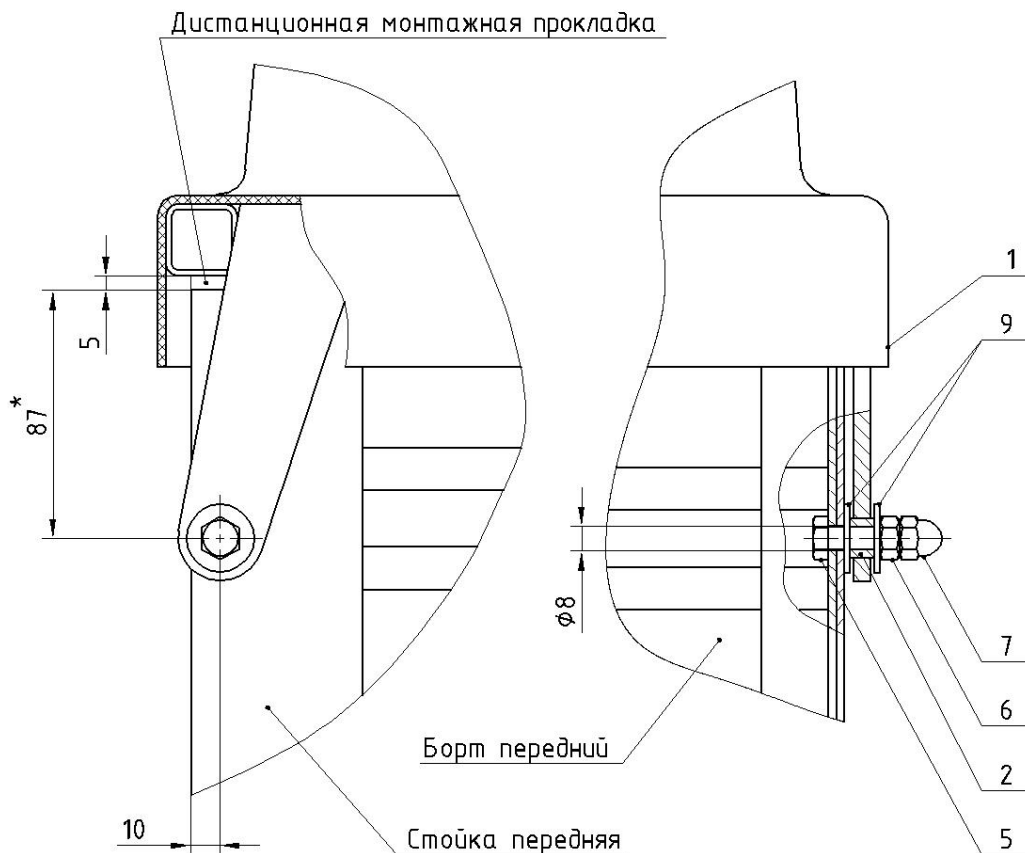

Рисунок 1.
3. Приподнять переднюю часть крышки и положить между передним бортом прицепа и передней частью рамки крышки дистанционную монтажную прокладку толщиной 5мм (рис. 1).
4. Сдвинуть крышку так, чтобы центры отверстий петель оказались в 10мм от края переднего борта, как показано на рис. 1.
5. Вставить в петли крышки втулки 2 и просверлить отверстия $\varnothing 8$ мм через втулки, в передних стойках прицепа (рис. 1).
6. Установить в соответствующем порядке втулку 2, шайбы 9, болт 5 и гайки 6 и 7 как показано на рис. 1.